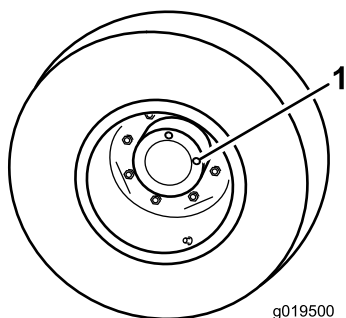

図 88
1. 水平な床面で、点検プラグの1つ 図 88 が時計の 12 時を指し、もうひとつが 3 時を指すように駐車する。
2. 3時の位置にあるプラグを外す 図 88。